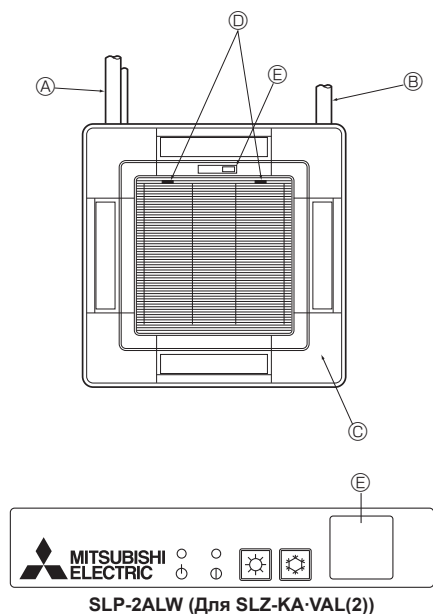

Fig. 8-11
8.5. Установка воздухозаборной решетки (Fig. 8-11)